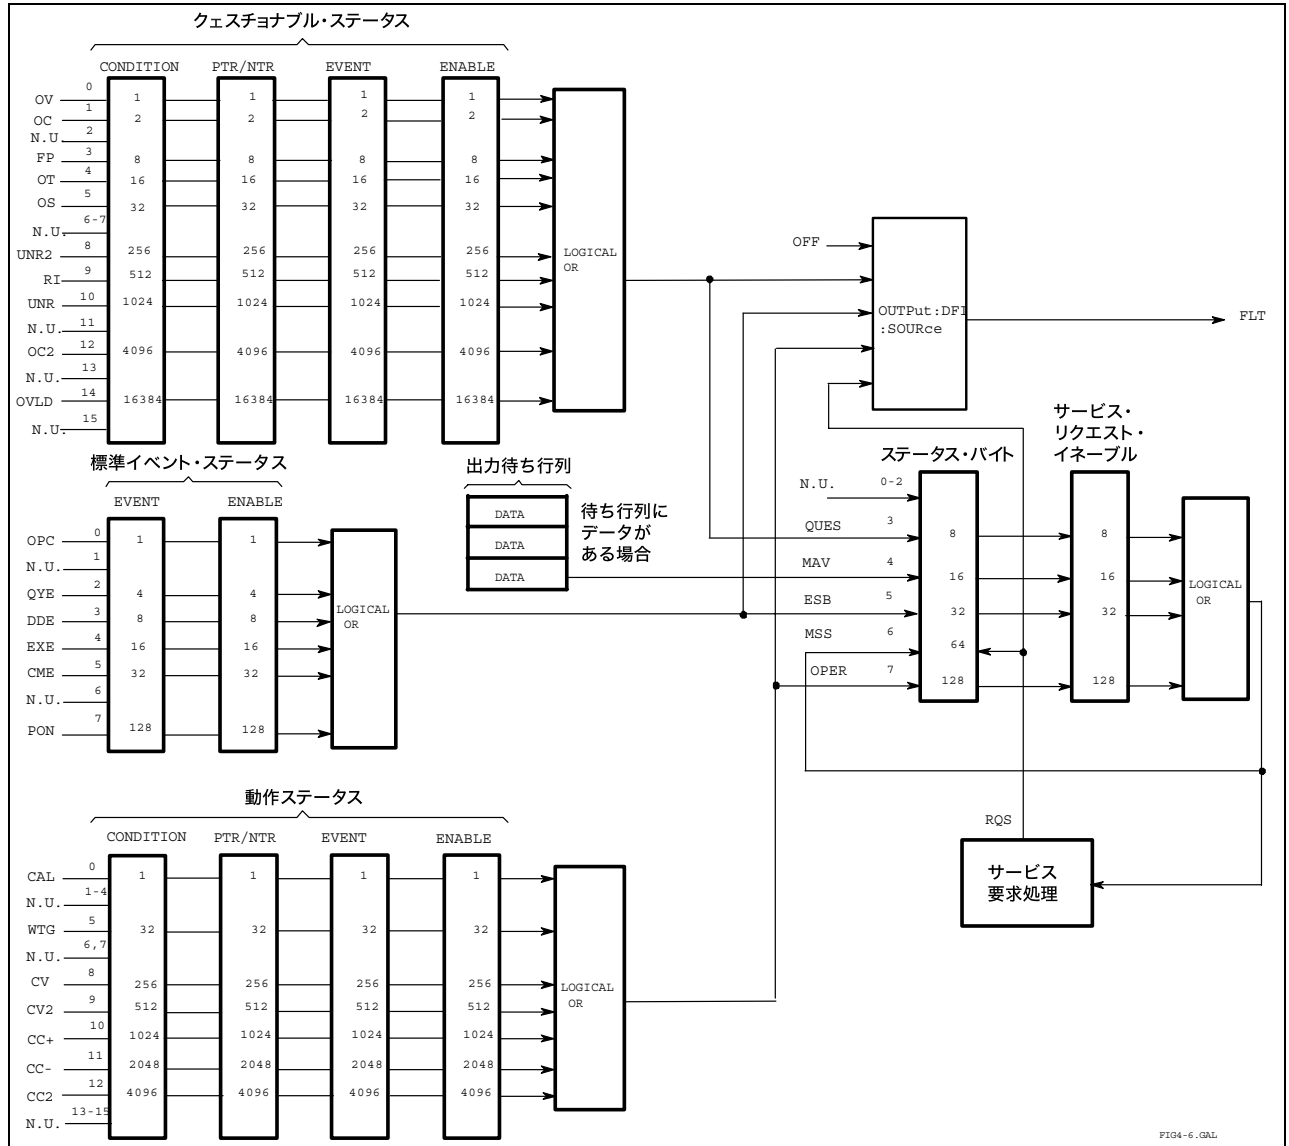

図 7-8. DCソースのステータス・モデル
図7-8に、DCソースのステータス・レジスタの構造を示します。表7-1には、ステータス・ビットの定義が示されています。標準イベント・レジスタ、ステータス・バイト・レジスタ、サービス・リクエスト・イネーブル・レジスタおよび出力待ち行列は、IEEE 488.2 Standard Digital Interface for Programmable Instrumentationの定義に従って、標準のGPIB機能を実行します。動作ステータス・レジスタとクエスチョナブル・ステータス・レジスタは、DCソースに固有の機能を実行します。
クエスチョナブル・ステータス・レジスタは、DCソースの異常動作を示す信号を記録します。図7-8示すように、このグループは、動作ステータス・グループと同じ種類のレジスタから構成されています。クエスチョナブル・ステータス・グループの出力を論理和 (OR) 演算した結果が、ステータス・バイト・レジスタのQUEStionableサマリ・ビット (3) になります。
このグループは、共通コマンドによって設定されるイベント・レジスタとイネーブル・レジスタから構成されます。標準イベント・イベント・レジスタは、測定器の通信ステータスに関連するイベントをラッチします (図7-8を参照)。これは、リード・オンリ・レジスタで、読取りが行われるとクリアされます。標準イベント・イネーブル・レジスタは、動作ステータス・グループやクエスチョナブル・ステータス・グループのイネーブル・レジスタと同じように機能します。
本例では、DCソースがCC（定電流）動作モードに切り替わった時か、DCソースの過電圧回路、過電流回路または過熱回路が作動した時に、常にサービス要求が生成されます。図7-8には、動作ステータス・レジスタのビット10（CC）の条件によってステータス・バイト・レジスタのビット6（RQS）をセットするための経路が示されています。また、ビット0、ビット1、ビット4のクェスチョナブル・ステータス条件によって、ステータス・バイト・レジスタでサービス要求（RQS）を生成するための経路も示されています。レジスタを次のように設定する必要があります。